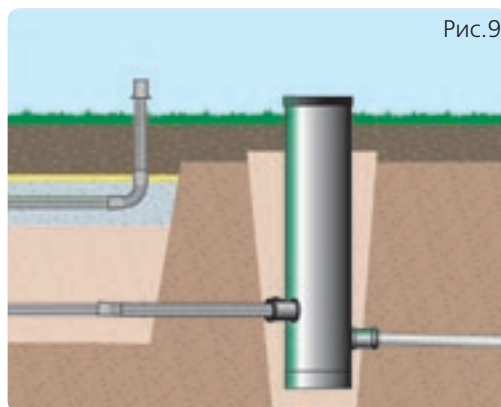

Рис.9
**9.** Коллекторные дренажные трубы подведите в **коллекторный колодец**. Рис. 9.